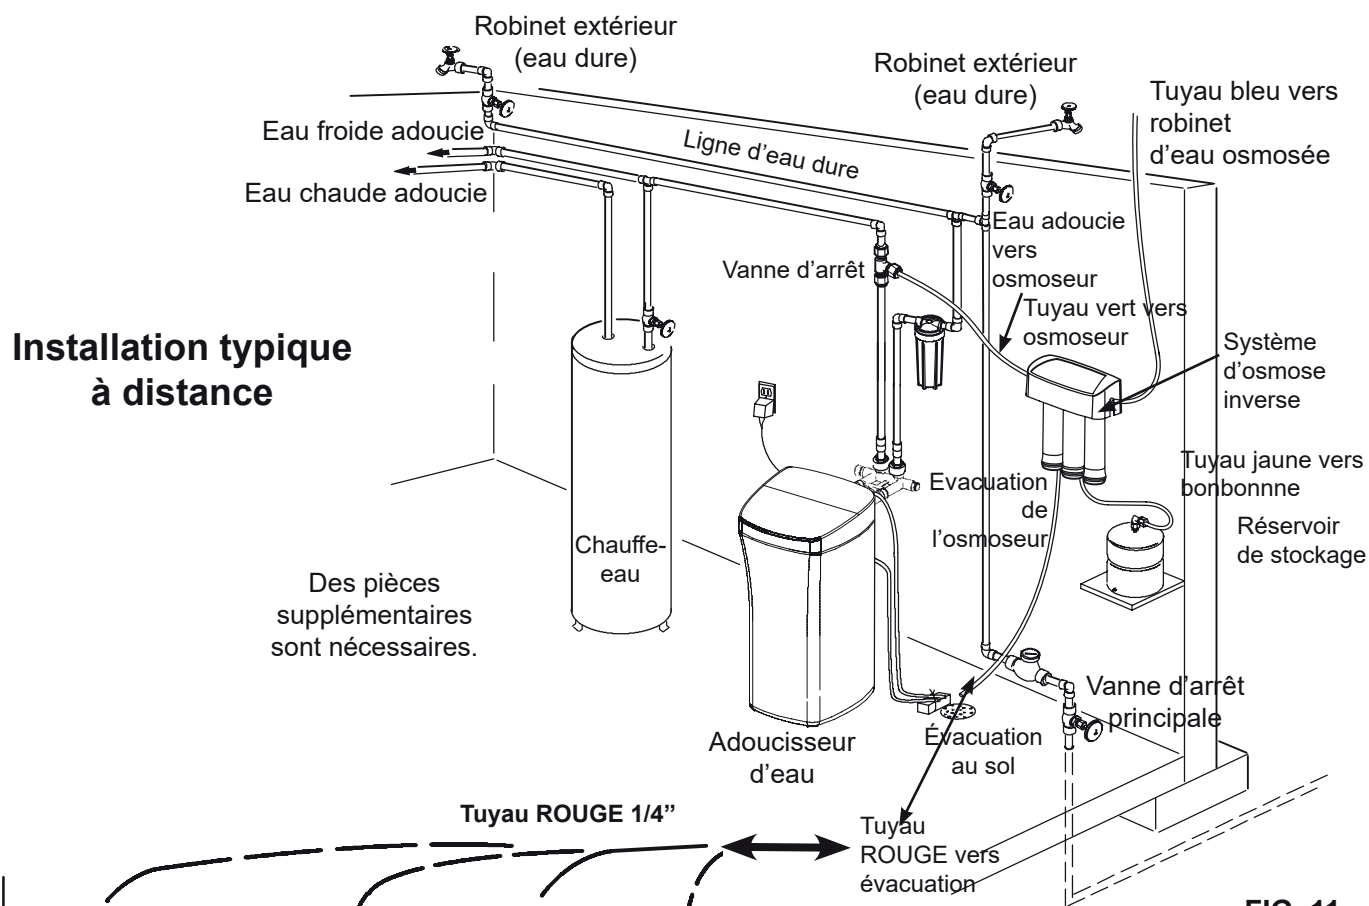

FIG. 11
- Utilisation d'une autre évacuation de votre logement (cf Fig. 11 & 12) Celui-ci est normalement utilisé sur des installations à distance. Le tuyau d'évacuation de l'osmoseur va directement à l'égout.
1. Repérez le tuyau rouge de 1/4" (6.35 mm) sur le système d'osmose inverse. Cf Fig. 11.